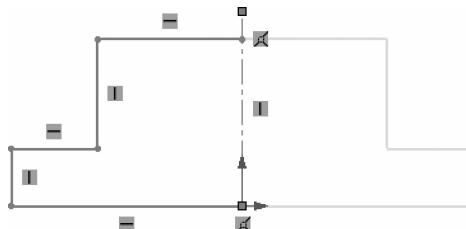

图 1-20 基座零件模型草图(镜像)
② 单击【镜像实体】按钮 ，【要镜向①的实体】选取左侧绘制的直线段，【镜像轴】选取中心线，选中【复制】复选框，单击【确定】按钮 ，得到右侧的基本图形，如图 1-20 所示。